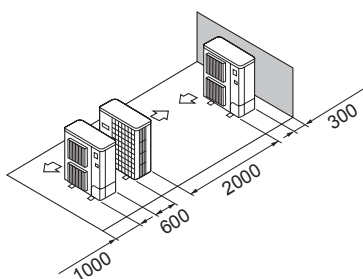

Fig. 2-16
- ⑤ Успоредна подредба на едно тяло (Fig. 2-16)